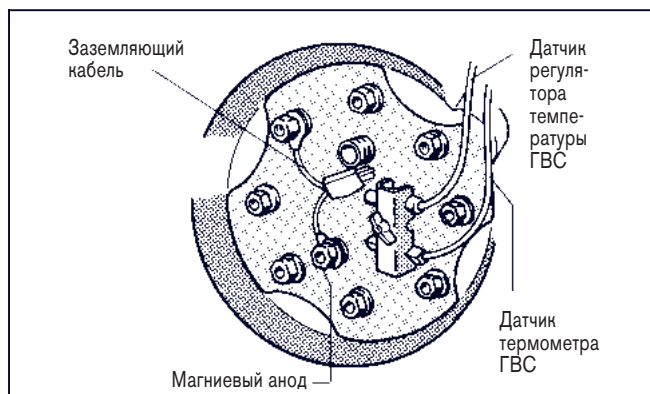

Рис. 8
- Ослабить крыльчатую гайку крепления датчика и вставить датчики, соответственно их геометрической формы, в державку (рис. 8).
- Проверить, подключен ли заземляющий провод магниевого анода к одному из крепежных болтов крышки ручного отверстия (рис. 8).
- Соединить штекер заземляющего кабеля с кабелем регулятора (рис. 8).